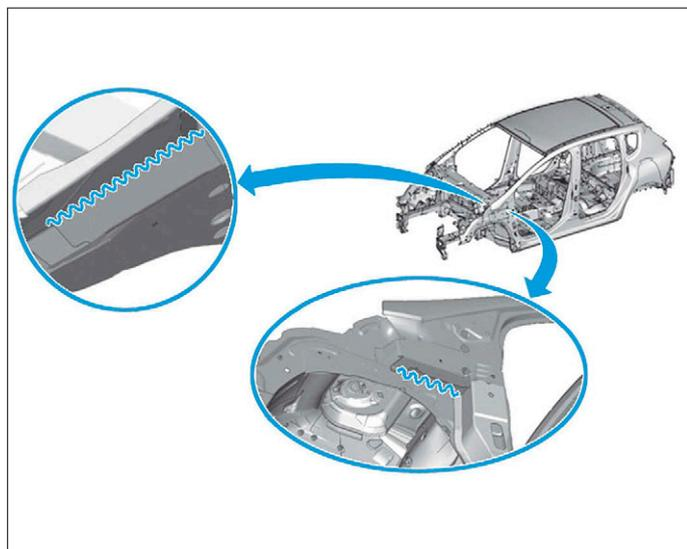

FIG. 46
• Déposer le pied avant en le décollant comme illustré (Fig.46).
- Poser la colle structurale sur le renfort choc avant (côté habitacle) (3) (Fig.46).